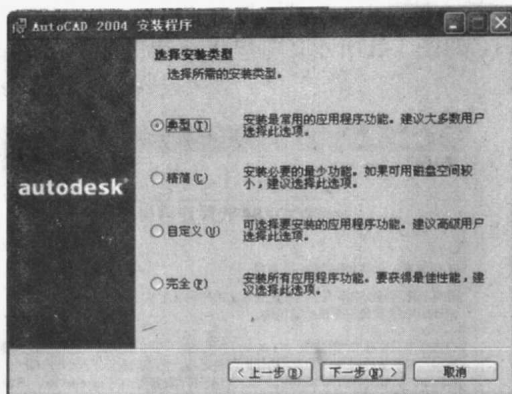

图 1-6 安装 AutoCAD 2004 ——选择安装类型
(5) 如果输入的序列号和 CD 号正确, 则弹出用户信息窗口, 用户根据自己的情况填写个人信息。单击【下一步】按钮。
(6) 弹出选择安装类型窗口。用户根据自己使用的要求进行选择。
如果不了解 AutoCAD 的具体内容, 建议选择“典型”安装, 系统将自动安装常用的文件; 如果硬盘空间有限, 建议选择“精简”安装, 这对硬盘空间的要求最小; 如果对 AutoCAD 的内容较为熟悉, 可根据自己工作情况进行有选择性的安装, 单击“自定义”安装; 也可进行“完全”安装, 这样所需的硬盘空间相对较大。这里选择“自定义”安装, 着重为用户提供详细的安装过程介绍, 如图 1-6 所示。否则, 可以直接跳至 (8)。